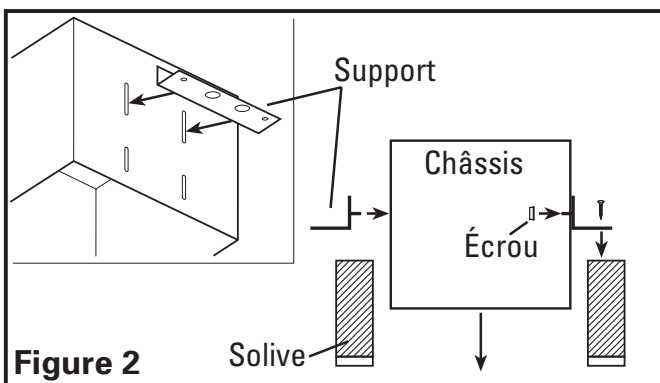

Figure 2
- 1a. **Installation sur des solives en 5,08 cm x 10,16 cm (2x4 po) au centre de 40,6 cm (16 po):** Installer les supports de montage dans le second jeu de fentes sur le châssis du ventilateur et fixer en place avec les quatre écrous #10-32 inclus tel qu'indiqué. Centrer le châssis du ventilateur entre les solives et fixer les supports de montage avec des vis ou des clous (non-compris) à la solive. Ajuster la hauteur du châssis pour qu'il soit à effleurement avec le plafond fini en desserrant les écrous de support de montage et en glissant le châssis vers le haut ou vers le bas sur le support de montage. Serrer à fond tous les quatre écrous pour fixer le châssis en place. (**Figure 2**).